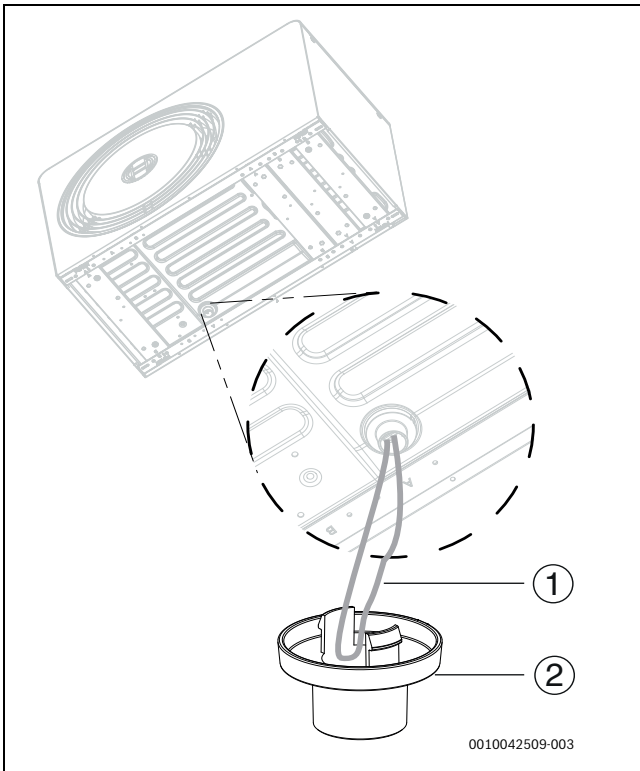

Bild 24 Installation des Ablaufstutzens
3. Kabelschlaufe für die Tropfschaltheizung herausziehen und durch den Ablaufstutzen schieben (→bild 24). Ablaufstutzen an die Wärmepumpe anschließen.